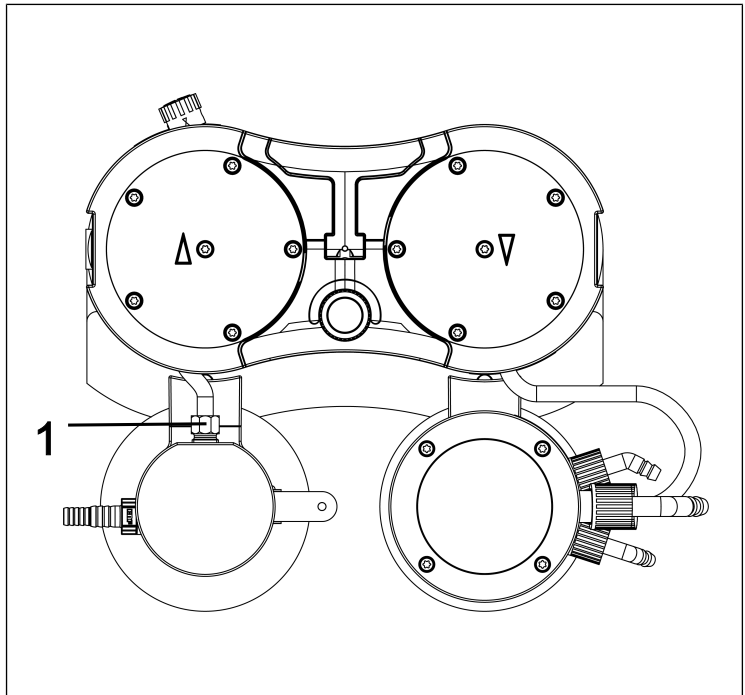

Abb.11: Schlauchverbindung lösen
2. Lösen Sie die Überwurfschraube der Schlauchverbindung (**1/Abb. 11**) von der Vakuumsystemkomponente.
- i** Benutzen Sie zum Lösen der Überwurfschraube der Schlauchverbindung Abscheider (**1/Abb. 11**) ggf. einen Gabelschlüssel SW14.
10. Schrauben Sie die Überwurfschraube der Schlauchverbindung Abscheider (1/Abb. 11) am Abscheideranschluss bis zum Anschlag ein.
**i** Benutzen Sie zum Anziehen der Überwurfschraube der Schlauchverbindung Abscheider (1/Abb. 11) ggf. einen Gabelschlüssel SW 14